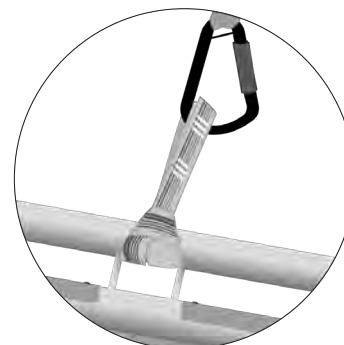

Bild 3c: Befestigung
2. Mithilfe der Bandschlingen (Bild 3c).